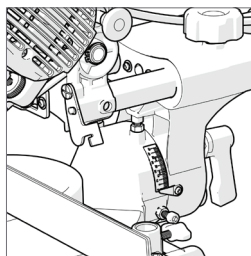

Fig. 12
- S'assurer que la tête de coupe est en position verticale contre sa butée et que l'indicateur d'angle d'inclinaison est sur 0° sur l'échelle. (Fig. 12)